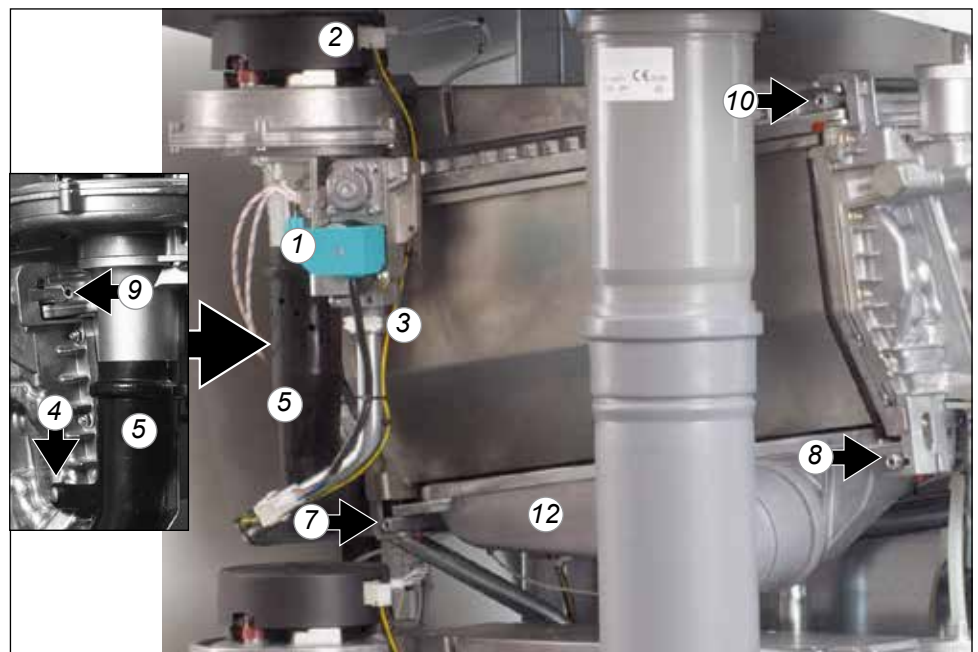

Bild 13.4.c
- Lösen Sie die Steckerverbindung des Gasblocks (1) und des Ventilators (2);
- Lösen Sie die Kupplung (3) des Gasblocks;
- Lösen Sie die vordere Kreuzschlitzschraube (4) des Luftansaugdämpfers (5);
- Drehen Sie jetzt die linke (9) und rechte (10) Klemmstange um ein Viertel und ziehen Sie diese vorne weg heraus. Achten Sie dabei auf die Drehrichtung (rote Markierungen - Bild 13.4.d);